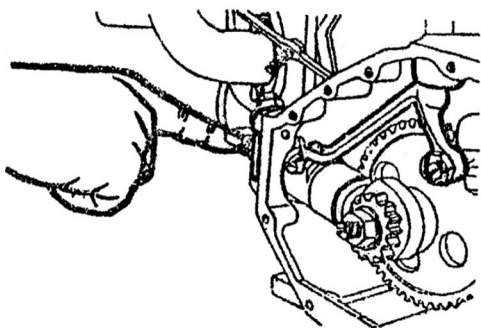

рис. 8.1
6. При установке наклонной направляющей вилки убедитесь, что шарик на раме впрыскивающего насоса вставлен в паз наклонной направляющей вилки, а задняя часть рамы защищает корпус впрыскивающего насоса на 5-6 мм (Рис. 8.1).